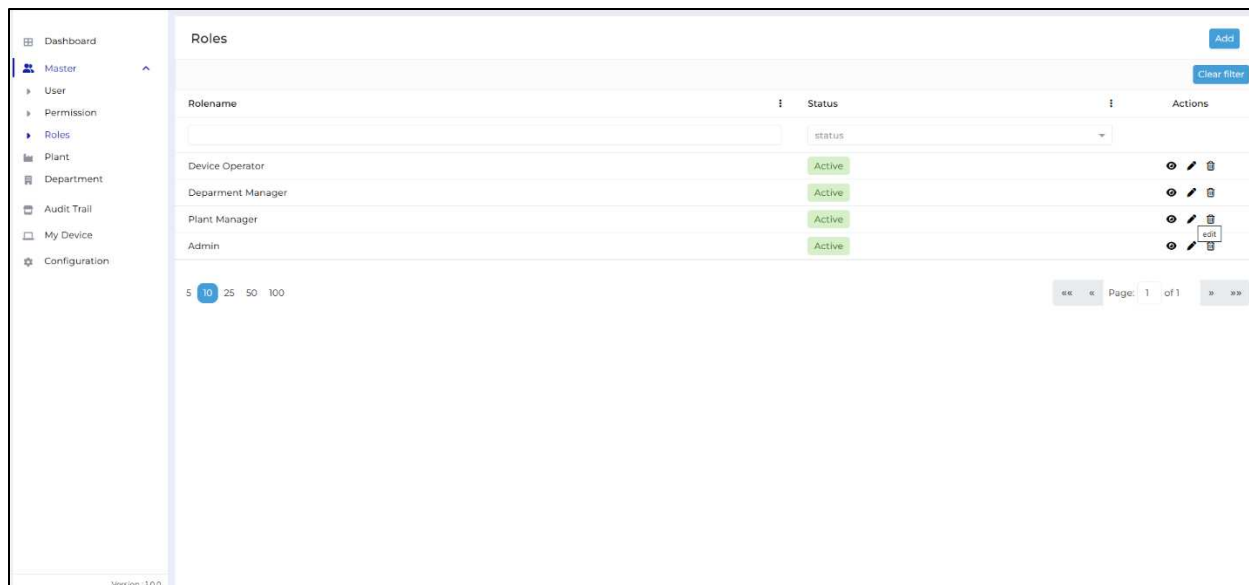

图 40 在 EMS Cloud 应用程序中添加/更新角色
- 如果需要，可以点击图 40 所示的“添加”按钮添加新角色。